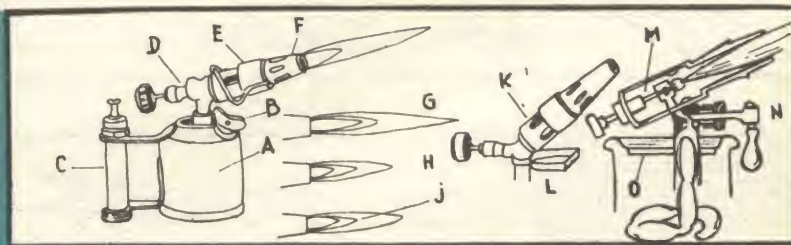
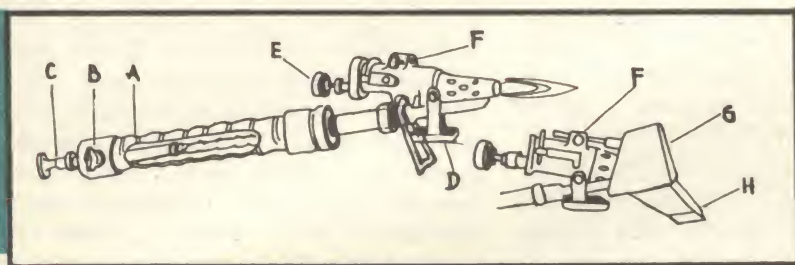

Fig. 11
Fig. 12
sere effettuato mentre il rubinetto-valvola è largamente aperto e le fessure d'ammissione d'aria sono completamente chiuse dall'anello di regolazione (E). Quando la fiamma ha raggiunto la lunghezza massima (fig. 11), aprite l'ammissione d'aria spostando l'anello (E) verso l'estremità avanti al bruciatore. Riducete l'apertura della valvola (D) per regolare la quantità di benzina. Una fiamma molto calda si riconosce dalla sua tinta bluastra, mentre la sua lunghezza è la metà di quella sviluppata durante il riscaldamento. Se, nel caso del lavoro, la temperatura e la pressione all'interno del serbatoio, diminuiscono, voi vedrete che la fiamma si accorcia e perde il suo calore; la saldatura diviene allora più lenta a fondere e ad allargarsi. Ridate al serbatoio la sua pressione normale azionando due o tre volte la pompa (C). Al termine del lavoro, non è sufficiente stringere a fondo la valvola, bisogna anche e soprattutto allentare la pressione interna del serbatoio, aprendo leggermente il tappo di riempimento. Ciò evita il deterioramento prematuro dello stoppino che si trova nel serbatoio, come anche l'ostruzione dell'ugello. Quest'ultimo deve venir pulito con l'ago dopo ogni uso e soprattutto prima che si sia completamente raffreddato.
Avrete notato che questa lampada è sprovvista di penna, per cui numerosi lavori di saldatura non si possono realizzare. E' pertanto consigliato, al dilettante che non si trovi di fronte a pesanti lavori di saldatura, di preferire una lampada combinata ad un ferro, che si trova in commercio sotto la forma presentata alla fig. 12. Essa è provvista di tutti gli organi della lampada a benzina (fig. 11), ma ha in più una penna mobile (H) fissata sul corpo del bruciatore da un collare a vite (F). Non dimenticate di chiudere a fondo la valvola (E) al momento di riempimento di benzina del tappo (B). L'avviamento ed il riscaldamento del bruciatore si ottengono dalla combustione di una piccola quantità di benzina od alcool nella vaschetta (D). Appena il riscaldamento sarà sufficiente, aprite la valvola per dar fuoco all'ugello che emetterà un fischio caratteristico. Questo modello è particolarmente adatto ai lavori del dilettante, inoltre permette la saldatura dell'alluminio. Sia che si tratti di una lampada che di un ferro a benzina, tenete sempre a vostra disposizione i ferri di ricambio principali, vale a dire: il cuoio e la valvola della pompa, il premistoppa del rubinetto-valvola e l'ago per sturare l'ugello. Quando, al termine del lavoro, si lascia cadere la pressione interna svitando il tappo (B) la lampada deve essere precedentemente spenta con la chiusura della valvola.